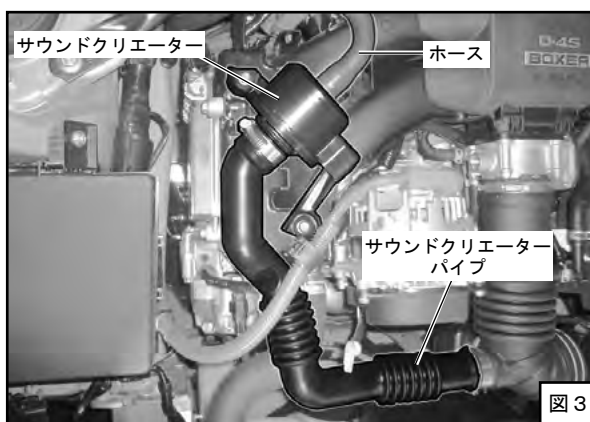

図 3
(6) ボルトを外し、サウンドクリエーターパイプとサウンドクリエーターを取外してください。(図3)